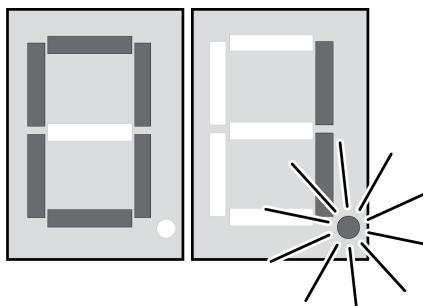

Bild 5: Zuordnungsmodus
- Beide Tasten **▲** und **▼** (12) ca. 5 Sekunden betätigen. In der Anzeige leuchtet zusätzlich der rechte Dezimalpunkt (Bild 5).
In der Anzeige leuchtet zusätzlich der rechte Dezimalpunkt (Bild 5).